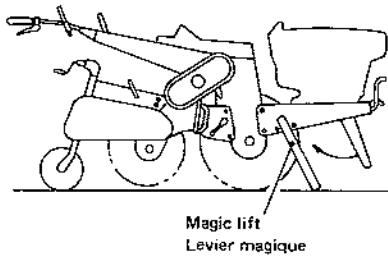

Fig. 7-3
1) Déposer le levier magique sur le côté droit du bâti avant et le fixer dans le trou sur le bâti avant. (Voir Fig. 7-3)